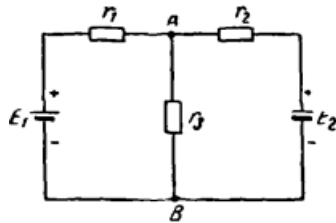

Рис.7.Схема електричного ланцюга
1. **Метод накладення.** У ланцюзі, що представлено на рис. 7, визначити як розподіляється струм, якщо $E_1 = 27$ В, $E_2 = 24$ В, $r_1 = 3$ Ом, $r_2 = 4$ Ом, $r_3 = 6$ Ом.